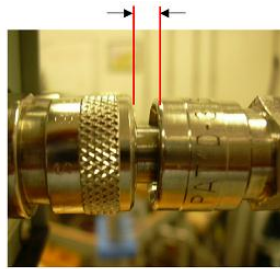

Figure 2: "Seated, but disconnected."
- 2、将抽环腔的粗金属软管拔松（seated，如 Figure 2）。拔出时要注意，应抓住滚纹部分用力向后拔，否则不能拔出。
7、将干泵装回原位，确认抽环腔的粗金属软管仍处于 **Seated** 状态（保持自密封但不接通，参考步骤 2 中 **Figure2**），然后打开干泵电源（**先确认系统仍处于排气状态**）。将系统温度设定到 10K（不是真要降到 10K，只是完全打开比率阀），目的是将管道里的空气排出，防止流阻堵塞。**等待几分钟后外接的浮球流量计的示数应该降至零**，否则干泵大 O 圈可能未装好。如果出现这种情况，请参考前面的步骤拆开干泵，检查大 O 圈是否在位、是否有压痕。